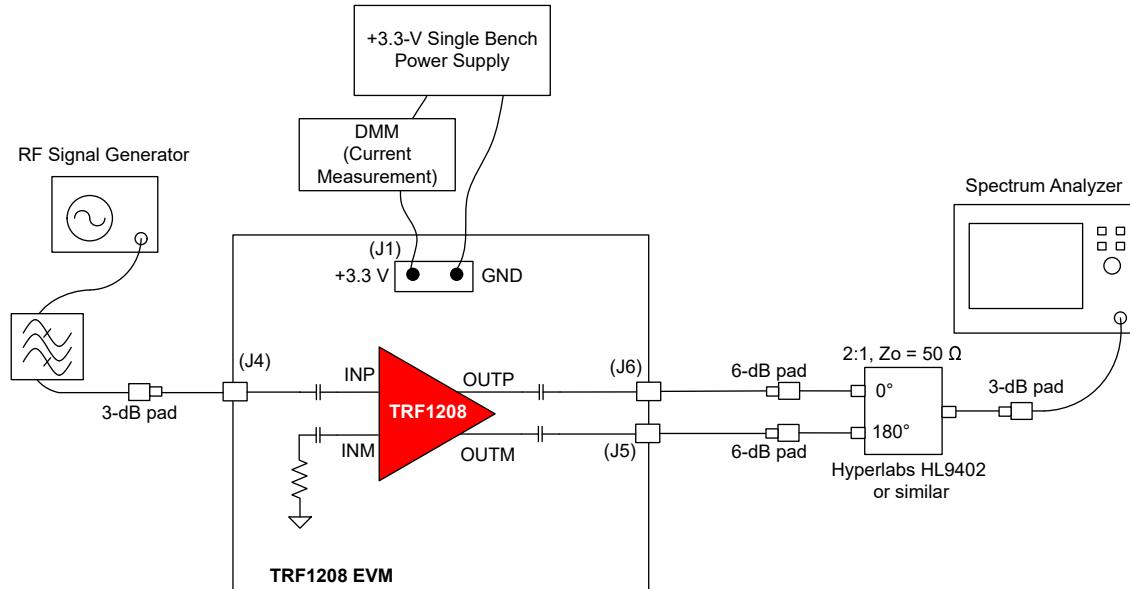

图 1-1. 增益和输出 P1dB 的单音设置
| 图 1-1. 增益和输出 P1dB 的单音设置..... | 2 |
本节提供 TRF1208 EVM 的一般使用信息。有关作为后续说明基准点的一般单音设置图，请参阅图 1-1（为清晰起见，省略了某些元件，如电源旁路电容器）：
在测量单音失真时，请使用射频带通滤波器，如图 1-1 所示。
- e. 当连接到频谱分析仪时，必须使用外部无源平衡-非平衡变压器将 EVM 发出的差分信号转换为单端信号，如图 1-1 所示。